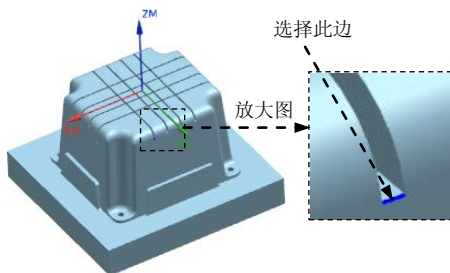

图 20.40 定义参照边
(3) 在**刀具位置**下拉列表中选择**对中**选项,然后在图形区选择图 20.40 所示的边线。